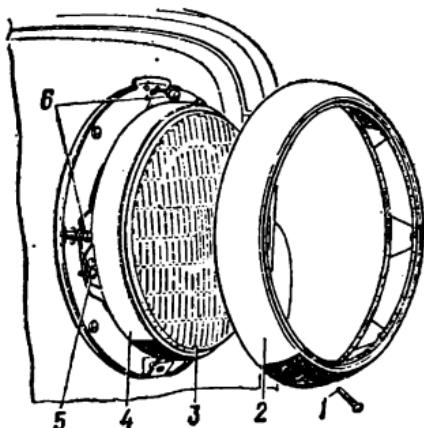
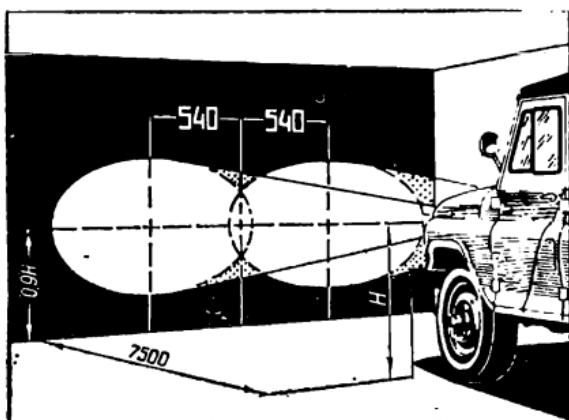

Рис. 116. Фара:
Рис. 117. Разметка экрана для регулировки фар:
Фары (рис. 116) имеют полуразборный оптический элемент с двухнитевой лампочкой. Нижняя нить лампочки в 50 Вт, рас-
3. Включите дальний свет и, закрыв одну из фар, отрегулируйте другую винтами 6 (рис. 116) так, чтобы световое пятно на стене или экране было расположено, как показано на рис. 117.